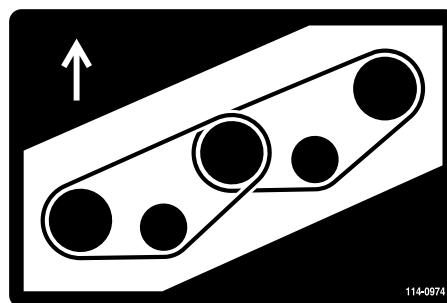
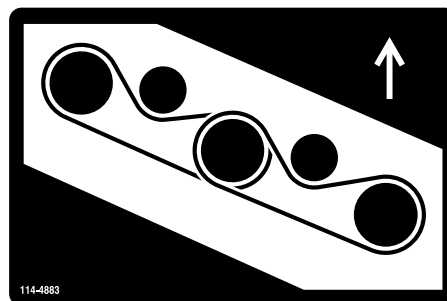

Figure 97
Figure 98
7. Installez la courroie neuve autour des poulies d'axe et de la poulie de tension (Figure 97 et Figure 98).